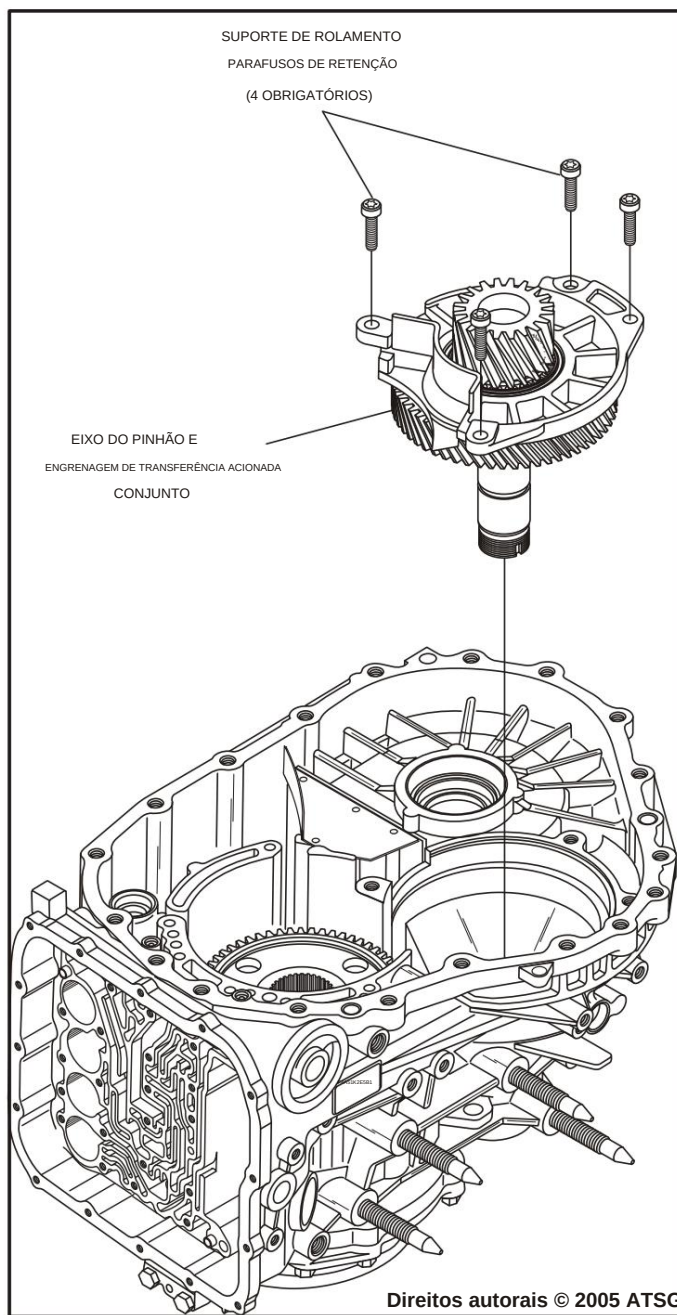

Figura 60
78. Remova os quatro suportes do eixo do pinhão da caixa parafusos de retenção, conforme mostrado na Figura 60.
79. Remova o eixo do pinhão e a engrenagem de transferência conforme montagem, conforme mostrado na Figura 60, tocando na parte traseira do eixo do pinhão com martelo e soco.